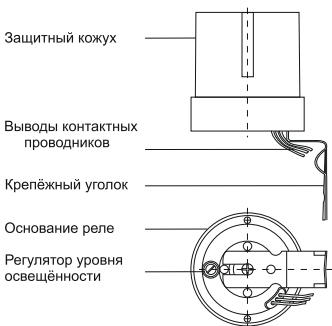

Рисунок 4. Установка фотореле
5.2 Фотореле размещено в пластмассовом корпусе, состоящем из основания с электронной платой и защитного пластикового кожуха (рисунок 4).
5.3.1 Установить крепёжный уголок (рисунок 4) на основание фотореле и закрепить его винтом (входит в комплект поставки).
5.4.1 Регулятор «LUX» порога срабатывания в зависимости от уровня освещённости находится на основании корпуса фотореле (рисунок 4). Вращением регулятора (регулировка «+» «-») можно установить порог срабатывания фотореле в зависимости от уровня освещённости окружающей среды от 5 лк (сумерки) до 50 лк.